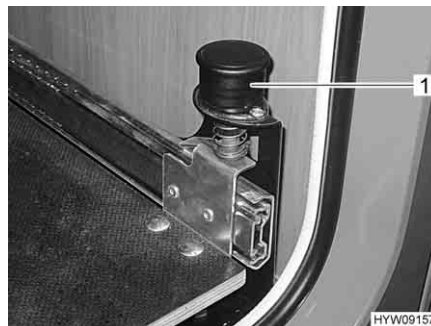

Fig. 124 Pomello con arresto
- Tirare verso l'alto il pomello (Fig. 124,1). La base estraibile del vano portabombole è sbloccata.